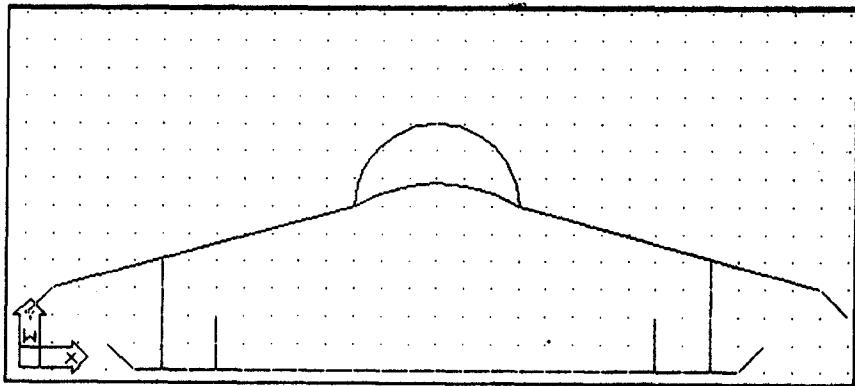

图 1-1-8 加了两个圆弧后的衣架
(5) 现在我们使用画圆弧的命令 `arc` 来画衣架的钩子部分。在命令行中输入 `arc`，确认之后，系统会询问“指定起始点还是圆心”，输入 `ce` 表示指定起始点（若直接输入坐标则表示指定的是起始点），在提示“指定圆弧的圆心”状态下输入“160, 60”，接着会提示输入起始点的坐标，输入“190, 110”，最后会让用户选择是输入终点坐标（默认形式）、角度还是弦的长度，直接输入终点坐标“130, 110”即可。（注意：`arc` 命令画圆弧是以所确定的起始点开始，逆时针方向绘制的，所以以上两对坐标的先后顺序是不能颠倒的。）
(6) 按上面的步骤以“160, 110”为圆心，“190, 110”为起始点，“130, 110”为终止点再画一圆弧，得到如图 1-1-8 所示的图形。